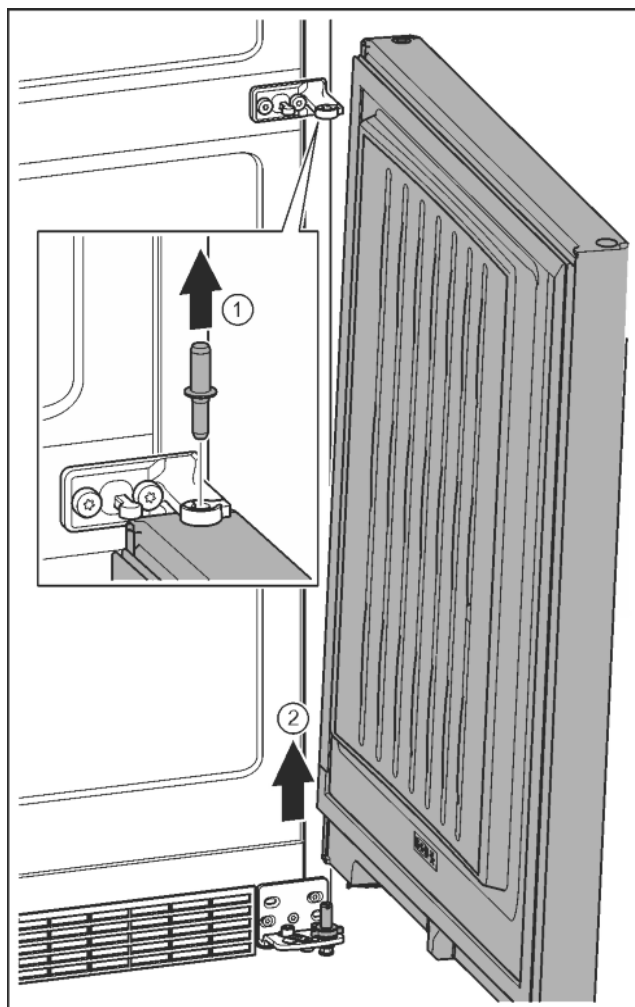

Fig. 12
- Izvucite svornjake prema gore. Fig. 12 (1)
- Podignite vrata, povucite ih prema gore i stavite ih na stranu. Fig. 12 (2)